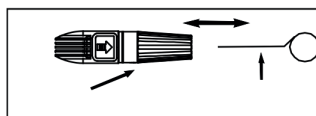

Fig. 2
- Utilize o kit de limpeza proporcionado ou qualquer elemento pontiagudo para limpar a boca, por exemplo, insira um clip desdobrado no orifício da boca. Mova para dentro e para fora até retirar todo o pó e sujidade. Fig. 2.